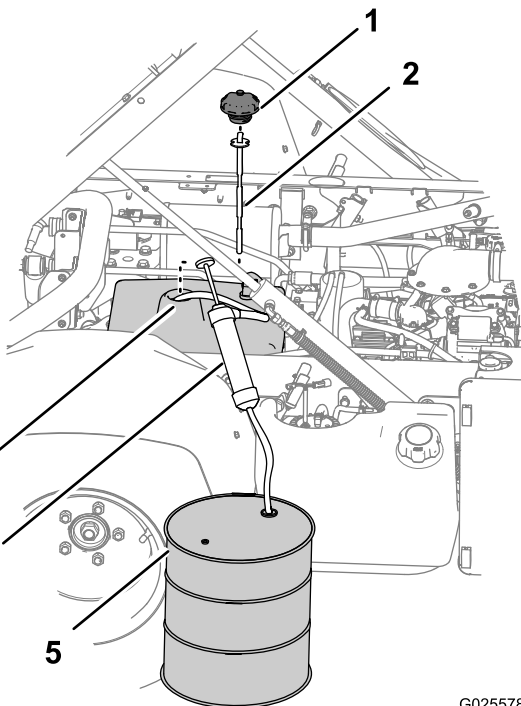

図 82
3. タンクの補給口についているディップスティックとキャップを外す 図 82。
8. 油圧オイルタンクに油圧オイルを入れる。油量は非TCモデルの場合には7.5リットル、ただしオプションのハイフロー油圧キットを取り付けている非TCモデルの場合やTCモデルの場合は15.1リットルである 図 82。
9. 油圧オイルタンクの補給口にディップスティックとキャップを取り付ける 図 82。
4. サイホンに吸い込みホースを接続し、ホースを油圧タンクの補給口からタンク内部に入れ、タンクの底まで送りこむ 図 82。
5. 吸い込みホースの端を回収容器に入れる 図 82、回収容器は、12リットルのオイルを回収できる大きさが必要である非TCモデル。ハイフロー油圧キットオプションを搭載している非TCモデルやTCモデルの場合には、20リットルのオイルを回収できるだけの大きさが必要である。
7. 抜き取りを終了したら、タンクからサイホンを取り外す 図 82。